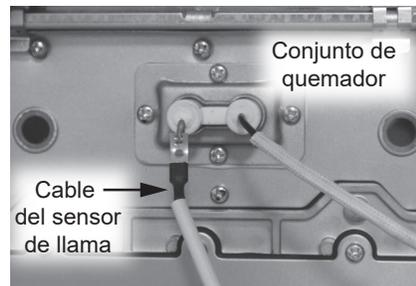

Figura 119 - Retiro el cable del sensor de llama
5 Ubique el cable del sensor de llama conectado al conjunto de quemador. Desconecte el cable y déjelo a un lado para un acceso fácil al múltiple de gas. Consulte la Figura 119.
- 32 Ubique el sensor de llama que se desconectó anteriormente del conjunto de quemador en el **Paso 5**. Conecte el cable del sensor de llama. Consulte la Figura 119.